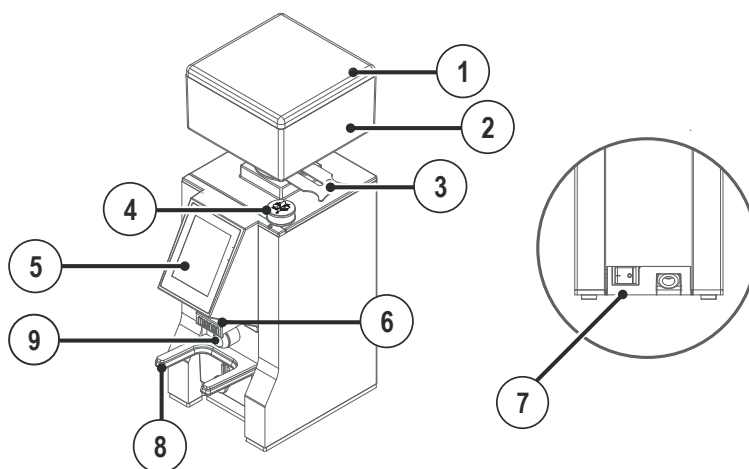
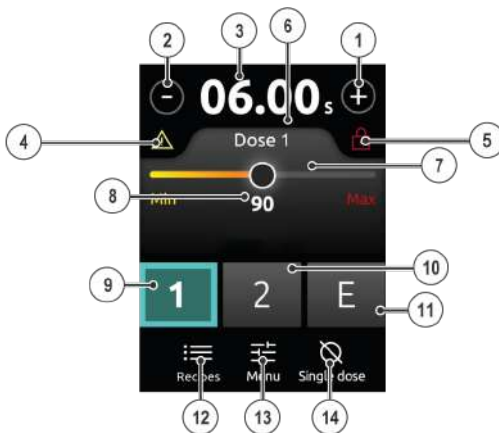

Fig. 5.1 - Descrizione della macchina
Fig. 5.2 - Schermata principale
Per le parti della macchina, vedere Fig. 5.1.
Per la descrizione del display, vedere Fig. 5.2.
Ruotando il pomello, è possibile visionare sulla schermata principale la distanza tra le macine associata alla tipologia di macinatura scelta (8 - Fig. 5-2).
- Portare l'interruttore in posizione di accensione (7 – Fig. 5.1).
- Selezionare la dose da erogare tramite gli appositi pulsanti (9,10, 11 – Fig. 5.2).
- Appoggiare la coppa del portafiltro sulla forcella (8 – Fig. 5.1), prestando attenzione che quest'ultimo sia precisamente sotto la bocchetta di erogazione (6 – Fig. 5.1).
- Premere nuovamente il tasto dose selezionato, oppure il pulsante frontale (9,10, 11 – Fig. 5.2) (9 – Fig. 5.1).
In condizione di stop, il tempo di macinatura sul display (3 – Fig. 5.2) risulta lampeggiante.
Per riportare il tempo della dose al suo valore iniziale, premere sul tempo di macinatura lampeggiante (3 – Fig. 5.2) per 2 secondi.
Attraverso la schermata principale (Fig. 5.2), è possibile accedere alle seguenti funzioni.
Per diminuire o incrementare la dose selezionata, premere i tasti + e - della schermata principale (1, 2 – Fig. 5.2). La variazione per singola dose è di 0,1 secondi.
Per effettuare una variazione continua del tempo dose con andamento crescente, premere e tenere premuto uno dei due pulsanti + o - (1, 2 – Fig. 5.2).
Per bloccare la regolazione del tempo di erogazione delle dosi, premere contemporaneamente + e - (1, 2 – Fig. 5.2) per 2 secondi. Se la regolazione del tempo di erogazione dosi risulta bloccata, sul display compare l'icona  (5 – Fig. 5.2) e i pulsanti + e - (1, 2 – Fig. 5.2) divengono inattivi.
Per sbloccare la regolazione del tempo di erogazione delle dosi, premere e tenere premuto contemporaneamente + e - (1, 2 – Fig. 5.2) per 2 secondi.
Per selezionare la dose da impostare, premere i pulsanti 1, 2, E (9,10, 11 – Fig. 5.2).